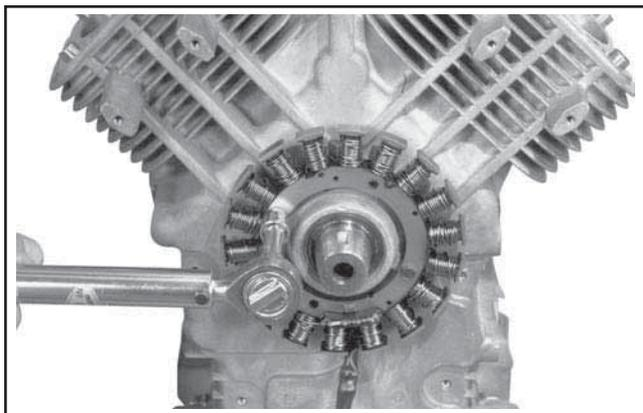

Figure 9-65. Enlèvement du stator.
2. Enlever les deux vis hexagonales et le stator. Voir la Figure 9-65. Noter le parcours du câble du stator dans le canal.